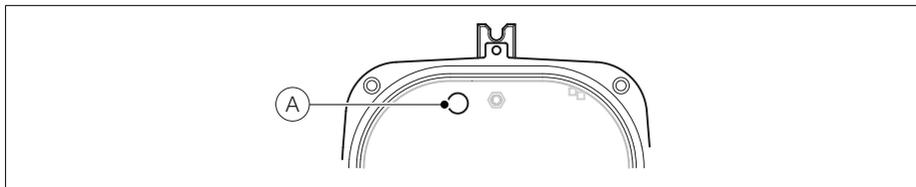

Fig. 4.10 Transmisor remoto: Sustitución del fusible interno
3. Tomando como referencia la Fig. 4.10, retire el fusible enchufable (A) de la toma del fusible.